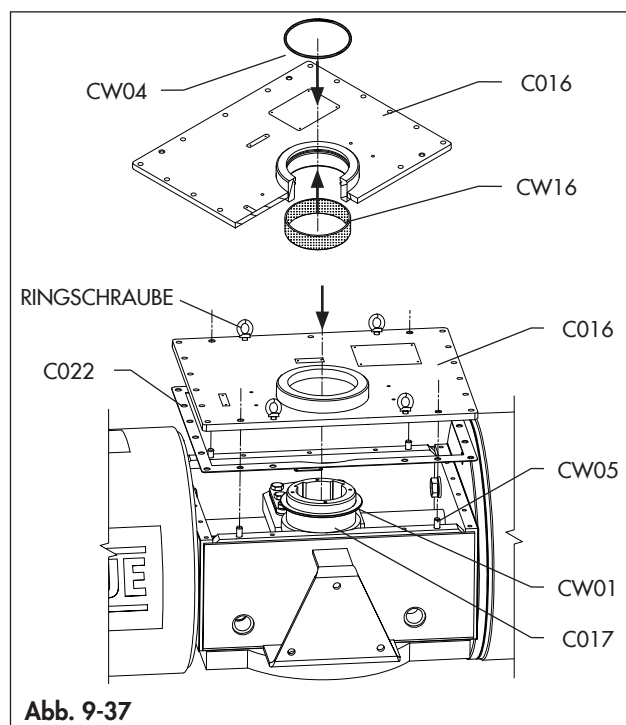

Abb. 9-37
- Reinigen, prüfen und schmieren Sie die zugehörigen Gehäuse und setzen Sie den O-Ring (CW04) das Lager (CW16) wieder ein. (Abb. 9-37)